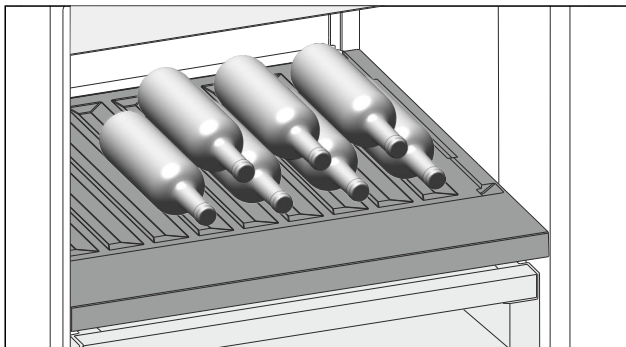

Fig. 85 Beispielhafte Darstellung
- ▶ Flaschen mit dem Boden nach hinten zur Rückwand einlegen. (siehe Fig. 85)